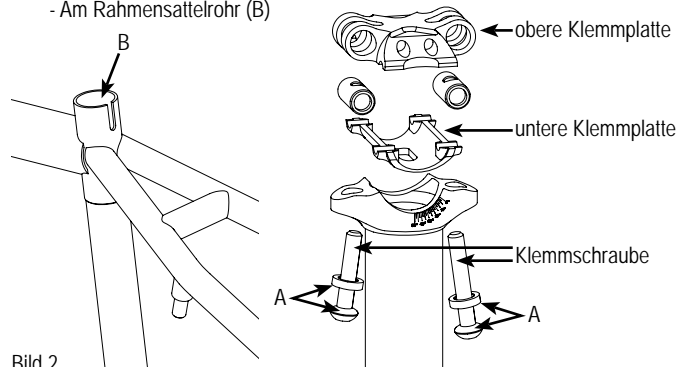

Bild 2
2. Nach einer Wartung wird ein dünner Schmierfilm an folgenden Punkten benötigt (Bild 2):
- An den Gewinden und unter den Köpfen der Klemmschrauben. (A)
- Am Rahmensattelrohr (B)